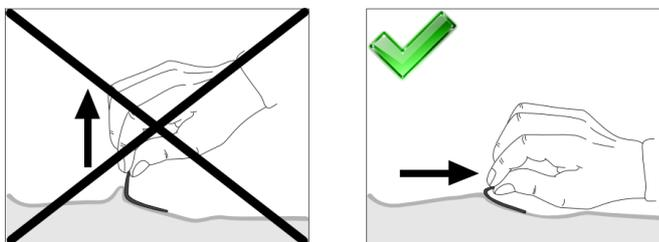

Fig. 4.12 Remoção das pás adesivas
- Descole as pás cuidadosamente da pele do doente (ver Fig. 4.12 Remoção das pás adesivas)